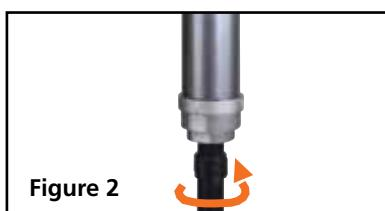

Figure 2
- Vissez l'ensemble de tube d'aspiration dans le sens horaire (Fig. 2) dans l'écrou de bonde. Appliquer t hr EAD étanchéité à l'heure t EADS de l'ensemble du tube avant de l'attacher à l'écrou de bonde. Serrer la connexion sécurisée mais ne pas utiliser une force excessive.